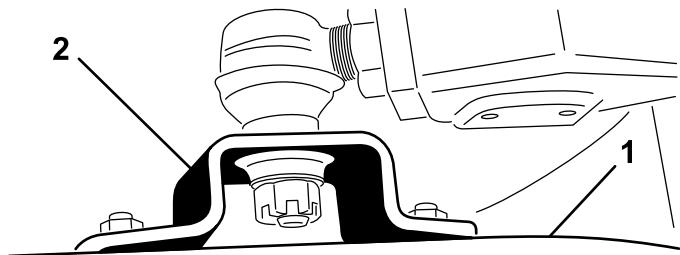

図 19
4. ボールジョイントマウントをデッキのキャスタアームに固定しているキャップスクリュとロックナットを外す（図 19）。
4. 升降レバーをフロート位置とする。升降レバーを押し下げて、ボールジョイントの穴とキャスタアームの穴とを整列させる（図 19）。